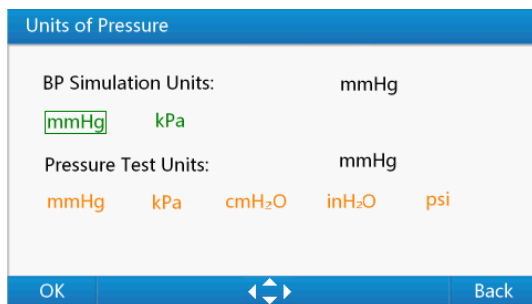

Figura 7 Interfaccia di impostazione dell'unità di misura
1. Utilizzare i tasti su o giù all'interno di **"System Setup Menu"** per selezionare **"Units of Pressure"**, quindi premere il **"tasto di Invio"** per accedere l'interfaccia di impostazione dell'unità di misura mostrata nella Figura 7. Le unità di misura visualizzate in nero sono le unità di misura effettive correnti per la simulazione della BP e il test della pressione.